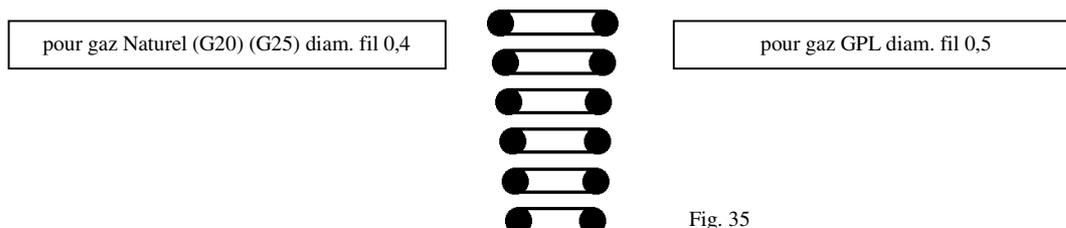

Fig. 35
Pour limiter la distribution à 13,7 lt./min. régler le débit avec la vis (1) (fig. 35)
Selon le type de gaz mettre le ressort qui correspond (fig. 35) il faut: